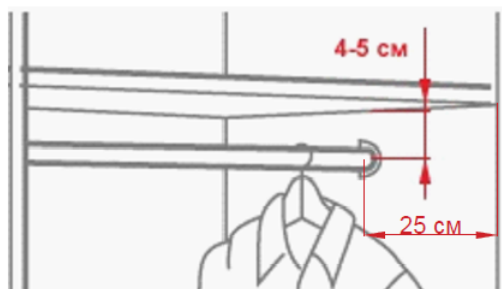

Рис.8 – Схема крепления штанги
6. Установить полкодержатели 5.4X в боковые стенки (3,4) и перегородку (6), а также установить полки (7,10).
7. Прикрепить к боковой стенке правой (3) и перегородке (6) держатели трубы овальной шурупами - саморезами 3,5х16 мм, в них вставить – трубу овальную сечением 30х15 (штангу) (с) исходя из рекомендованных параметров (Рис.8).